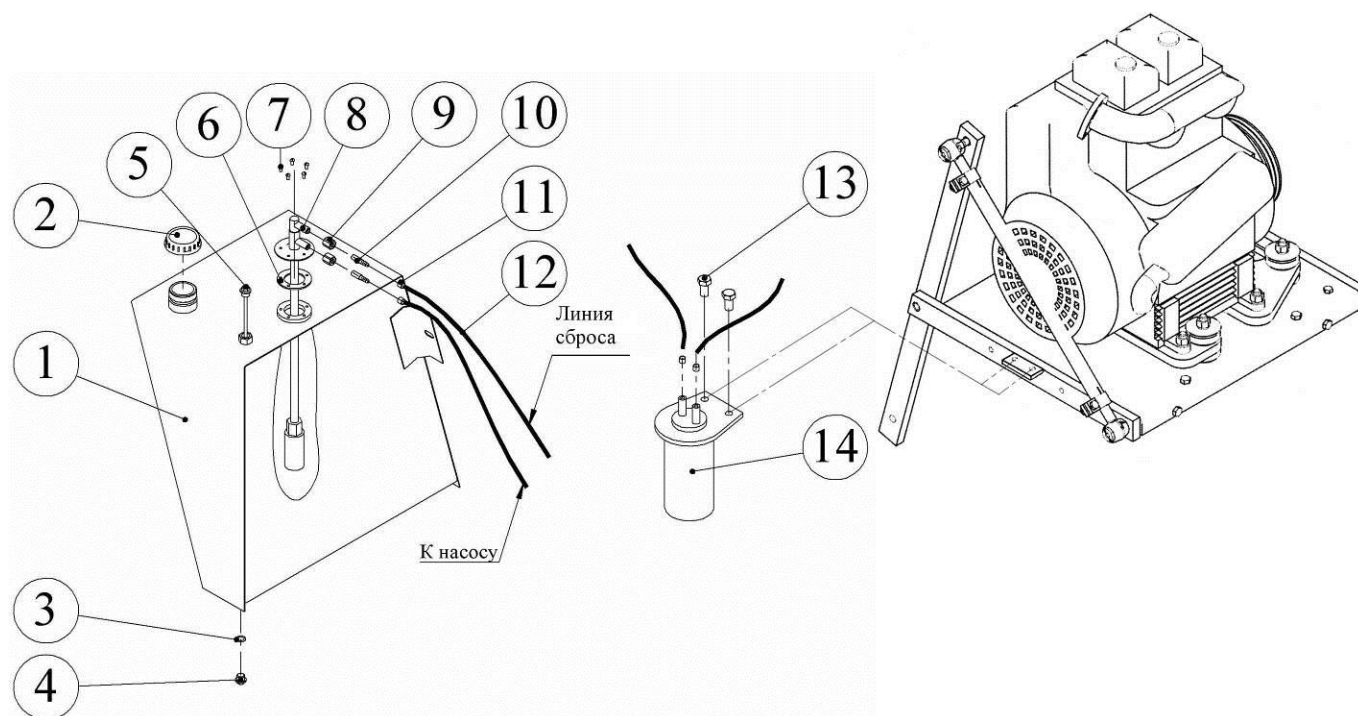

Рис. 7.2.11. Топливный бак
7.2.11. Топливный бак. (рис. 7.2.11)